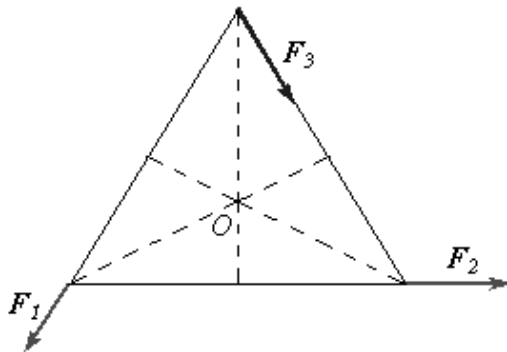

Figura 6.12 Problema 6.6
- 6.6 Dos fuerzas F_1 y F_2 actúan a lo largo de los lados de un triángulo equilátero de lado a , como se muestra en la figura 6.12. Encuentre una tercera fuerza F_3 que aplicada en el vértice a lo largo del lado produzca un torque neto en torno a O igual a cero. R: $F_3 = F_1 + F_2$ (magnitudes).